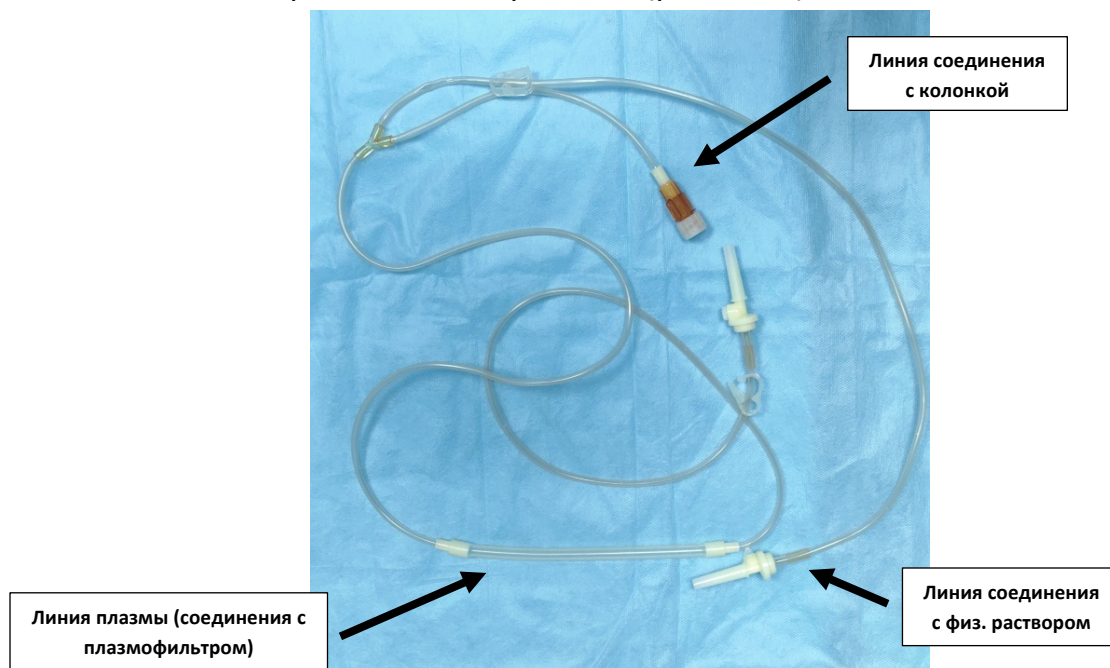
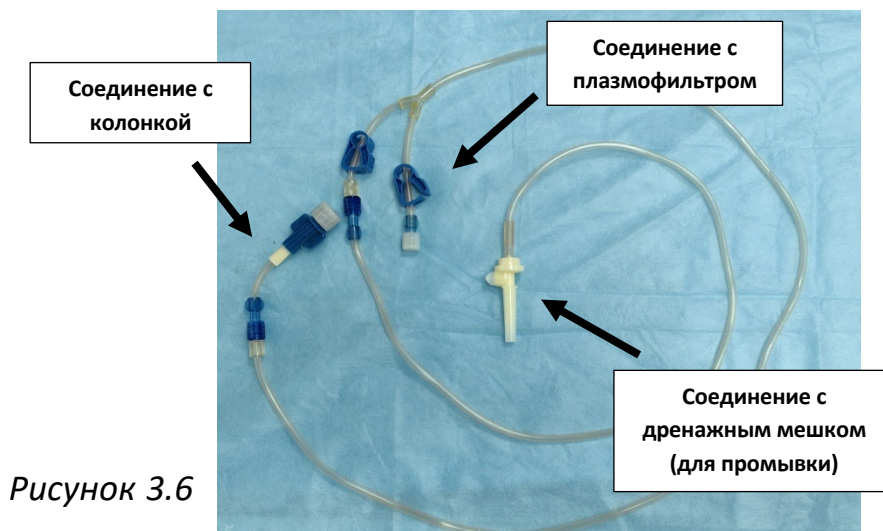

Рисунок 2.16
Рисунок 3.6
- 2.10. Распакуйте элемент 3 из системы-магистраль СМ-ПФ-01 к аппарату «Гемма» на стерильной поверхности (рис. 2.16).
- 3.3. Распакуйте элемент 1 из системы-магистраль СМ-ПФ-01 к аппарату «Гемма» на стерильной поверхности (рис. 3.6).
- 3.7. К линии плазмы необходимо подсоединить дренажный мешок через соответствующий коннектор элемента 1 магистрали (см. рис. 3.6) и физиологический раствор через соответствующий коннектор элемента 3 магистрали (см. рис. 2.16). Далее закройте зажим на линии, идущей к плазмофильтру, и откройте зажим, идущий к дренажному мешку (линия сброса) – рис 3.12.